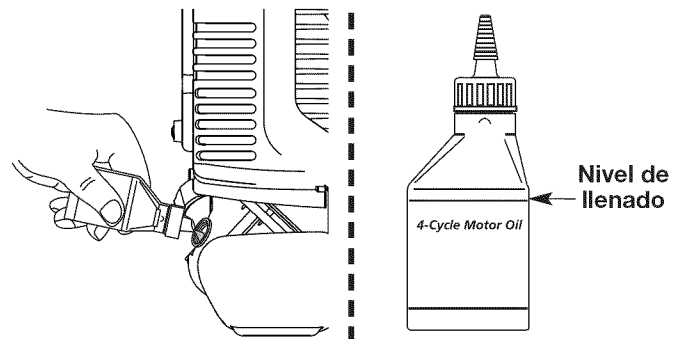

Fig. 18
**NOTA:** Use la botella y la boquilla que guardó del uso inicial para medir la cantidad correcta. El nivel de 90 ml (3,04 onzas) está aproximadamente en la parte superior de la etiqueta de la botella (Fig. 18). Mida el nivel con la varilla de medición. Si el nivel está bajo, agregue una pequeña cantidad de aceite y vuelva a medir (Fig. 18). No lo llene demasiado.